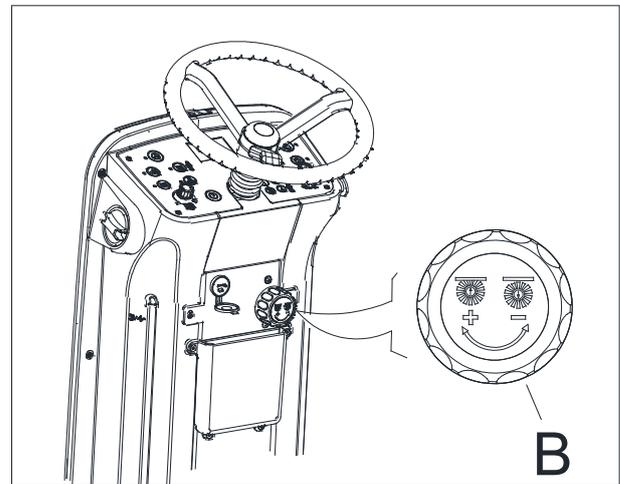

Figura 19
- Ruotare la manopola (B, Figura 19) come segue: